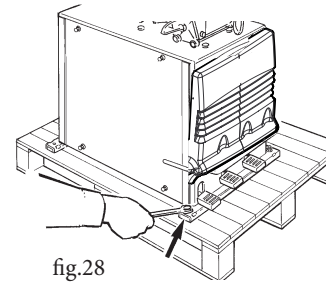

fig.28
- Svitare i 2 dadi che fissano la macchina al pallet (fig.28).
- Unscrew the two screws that fix the machine to the pallet (fig.28).
- Dévisser les 2 écrous qui fixent l'appareil au pallet (fig. 28).
- Die zwei Muttern abschrauben, mit denen das Gerät auf der Holzpalette festgemacht ist (Abb. 28) .
- Destornille las 2 tuercas que fijan la máquina sobre el palet (fig. 28).